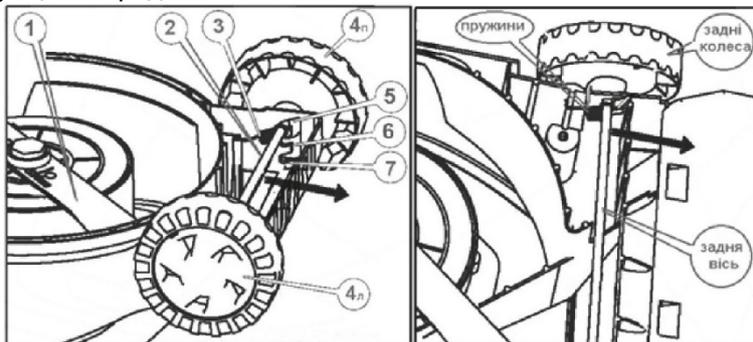

Рисунок 4. Регулювання висоти скошування.
Регулювання висоти скошування здійснюється встановленням передньої і задньої осі у відповідні положення на корпусі (рис. 4), для чого:
1. Обережно, щоб не поранитися об гострі краї ножа (1 рис. 4), перевернути газонокосарку на бік або ножем догори.
2. Взятися за передню вісь (2, рис. 4) підпружену пружинами (3, рис. 4) біля одного із передніх коліс (4_п чи 4_л, рис. 4) та потягнути її вперед до виходу з паза, в якому вона була, та встановити її у паз необхідної висоти скошування (5, 6, 7, рис. 4).